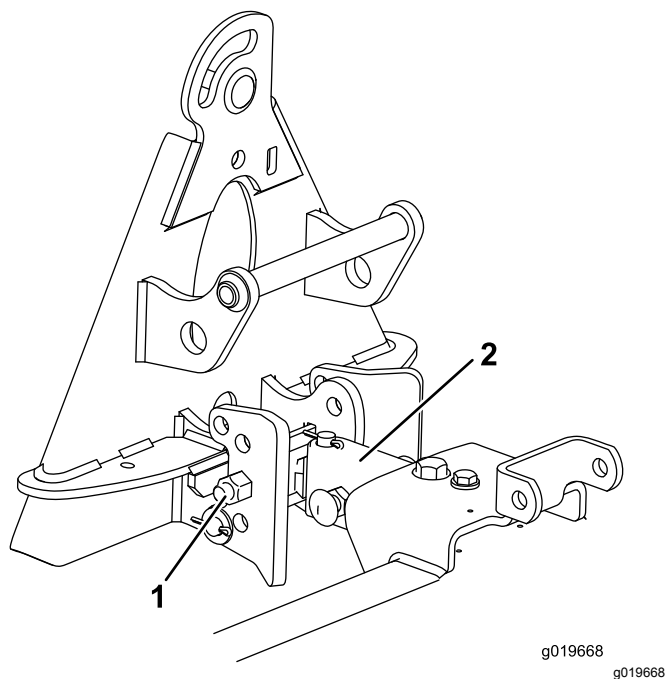

Figura 12
1. Monte o conjunto de engate nos furos inferiores do suporte de paragem (Figura 12).
2. Alinhe a parte mais comprida do tubo do garfo para cima e monte-a por debaixo do conjunto de suporte (Figura 12).